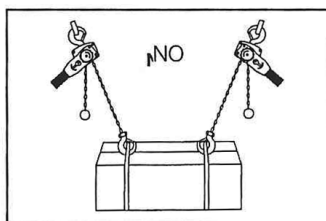

Figura 3
- NON tentare di sollevare il carico utilizzando due paranchi accoppiati (Figura 3).